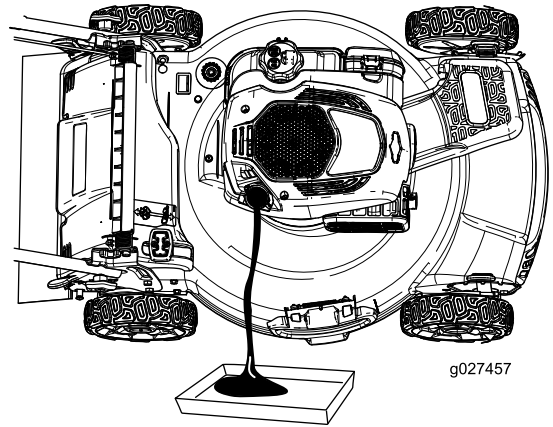

Bild 26
4. Kippen Sie die Maschine seitlich (Luftfilter nach oben), um das Altöl aus dem Öleinfüllstutzen abzulassen (Bild 26).